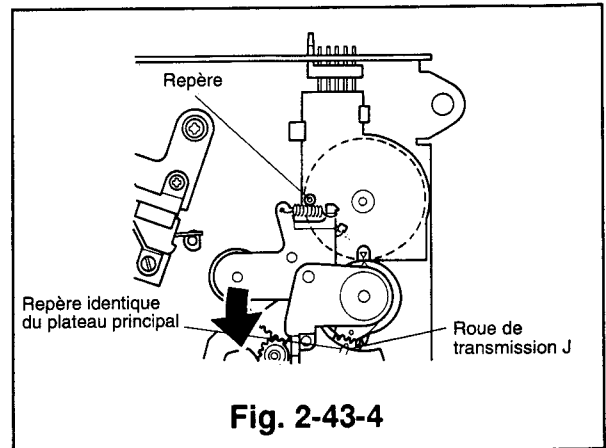

Fig. 2-43-4
- 3) Faire glisser les assemblages des guides de bande d'alimentation et de réception vers la position de déchargement, en suivant l'une des deux méthodes suivantes, afin que le trou supérieur du commutateur de mode soit aligné avec celui de la roue dentée, comme illustré dans la Fig. 2-43-4.